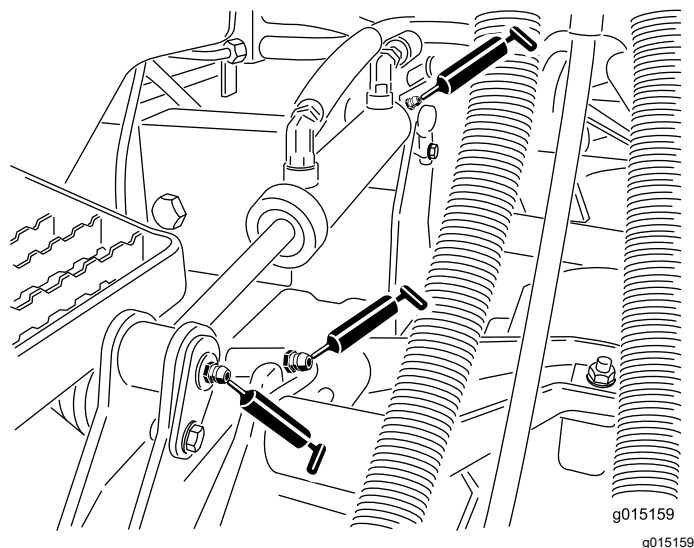

図 70
- 昇降アームのブッシュカッティングユニット 1 台に 1ヶ所 図 70
- 昇降シリンダのブッシュカッティングユニット 1 台に 2ヶ所 図 70